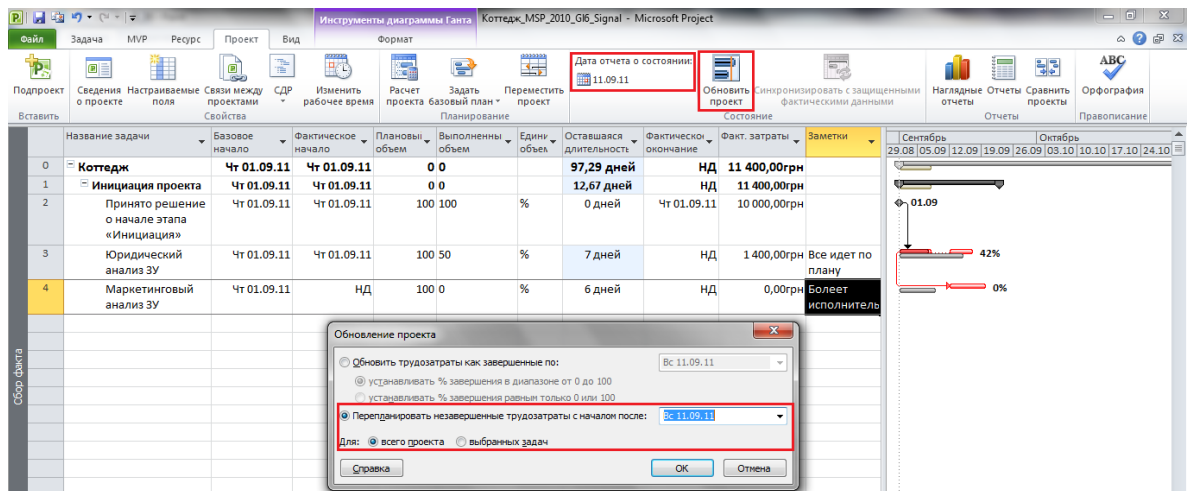

Рисунок 10.28 Результат сбора факта за первую неделю
7. На закладке «Проект» нажимаем пиктограмму «Обновить проект» и перепланируем незавершенные трудозатраты с началом после даты отчета о состоянии, чтобы показать отклонение в проекте, Рисунок 10.28.